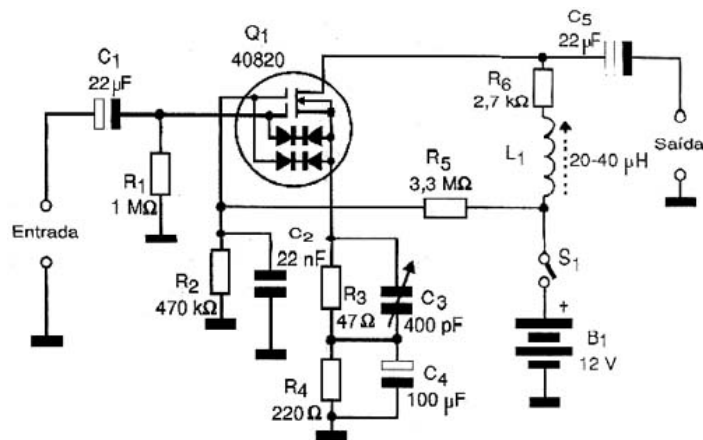

Figura 11: Circuito do amplificador de banda larga.
- **AMPLIFICADOR DE BANDA LARGA:** O circuito mostrado na figura 11 pode amplificar sinais que vão desde a faixa de áudio até 10 MHz.